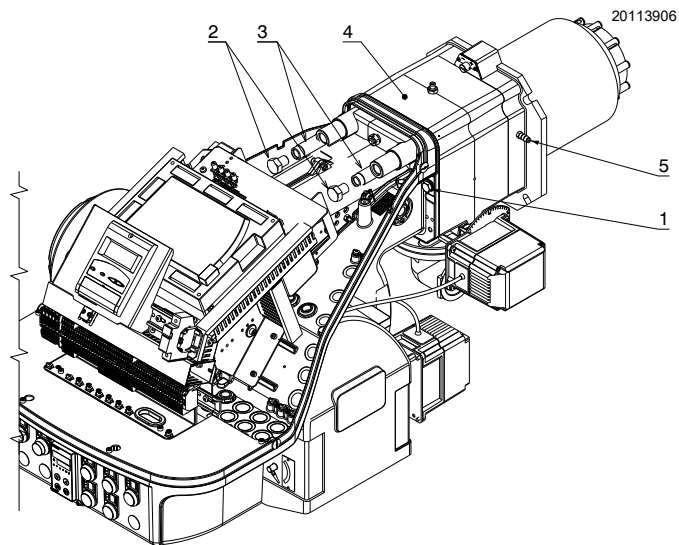

Abb. 21
- den Brenner wieder auf den Führungen 3) (Abb. 21) in einem Abstand von ca. 100 mm zur Muffe 4) montieren. Der Brenner befindet sich in der in Abb. 17 dargestellten Position;
- fügen Sie das Kabel des Fühlers und das der Elektrode ein und lassen Sie dann den Brenner bis zur Muffe gleiten, bis er sich in der in der Abb. 21 dargestellten Position befindet;